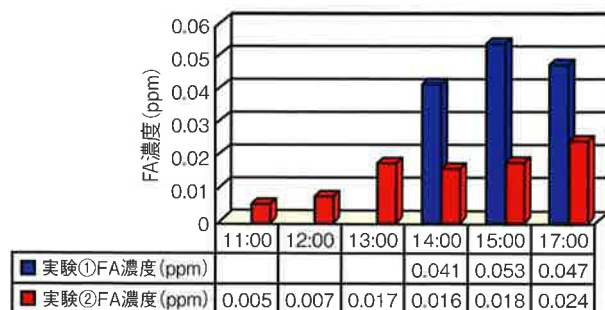

図2 FA除去装置排気口のFA濃度
実験①:解剖実習が行われている実習室に隣接する別室にて、FA除去装置を稼働させ豚胎児2頭と学生4名を配置し実習を行った。FA除去装置を稼働させている状態であっても別室内のFA気中平均濃度は0.1502ppmで作業環境測定結果は管理区分Ⅲ、個人曝露濃度も平均0.1828ppmと高く、実習室からの影響があると考えられた。しかし、図2よりFA除去装置排気口のFA濃度は最大0.053ppmと管理濃度の約1/2まで低減されていることから、吸引した気中FAは十分に処理できていることが確認された。